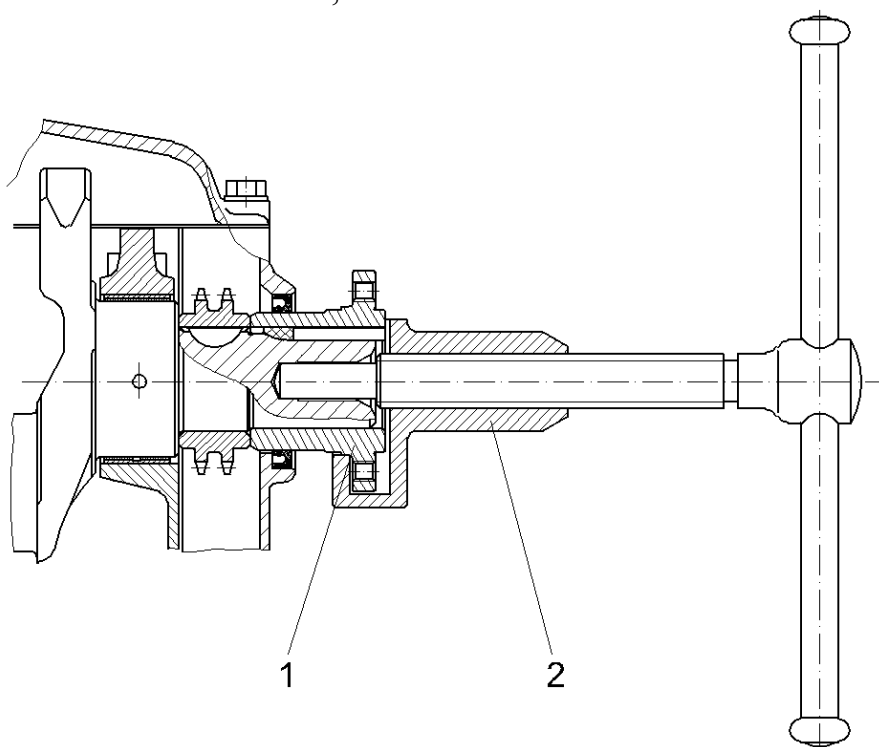

Рис.68. Снятие ступицы шкива коленчатого вала:
- снять с помощью специального съёмника 2 (рис.68) ступицу 1 шкива коленчатого вала с коленчатого вала;